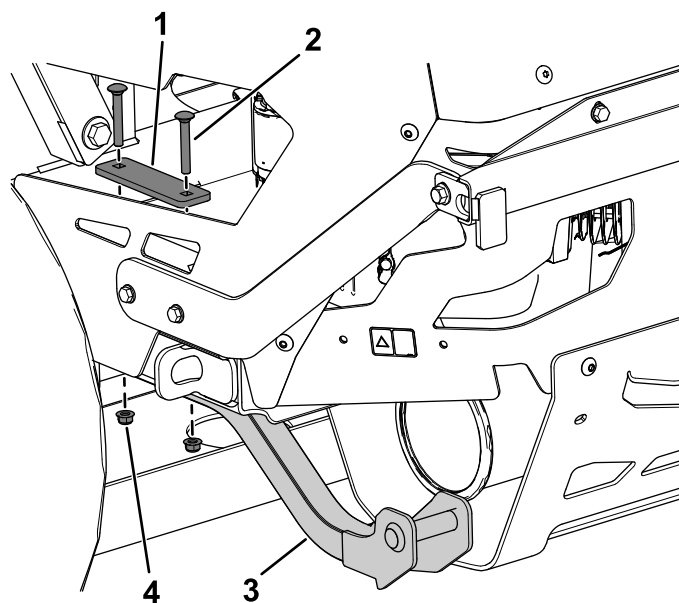

Figura 14
4. Sujete provisionalmente el soporte inferior a la placa del motor usando 2 pernos de cuello cuadrado (5/16" x 2 1/4"), una placa de apoyo y 2 tuercas con arandela prensada (5/16"), como se muestra en la Figura 14.